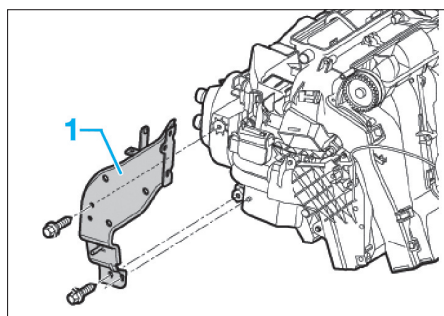

Fig. 31
- Déposer le support (1) (Fig.31).